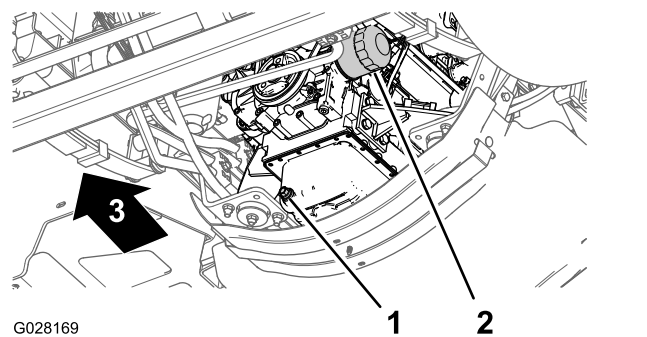

Figura 71
3. Allineate una bacinella di spurgo sotto il filtro dell'olio del motore (Figura 71).
4. Togliete il vecchio filtro dell'olio (Figura 71).
8. Montate il filtro dell'olio nell'adattatore del filtro, giratelo in senso orario finché la guarnizione di gomma non sfiora l'adattatore, quindi serrate il filtro di un altro $\frac{1}{2}$ giro (Figura 71).
1. Allineate una bacinella di spurgo sotto il tappo di spurgo (Figura 71).
2. Rimuovete il tappo di spurgo e lasciate che l'olio venga spurcato completamente (Figura 71).